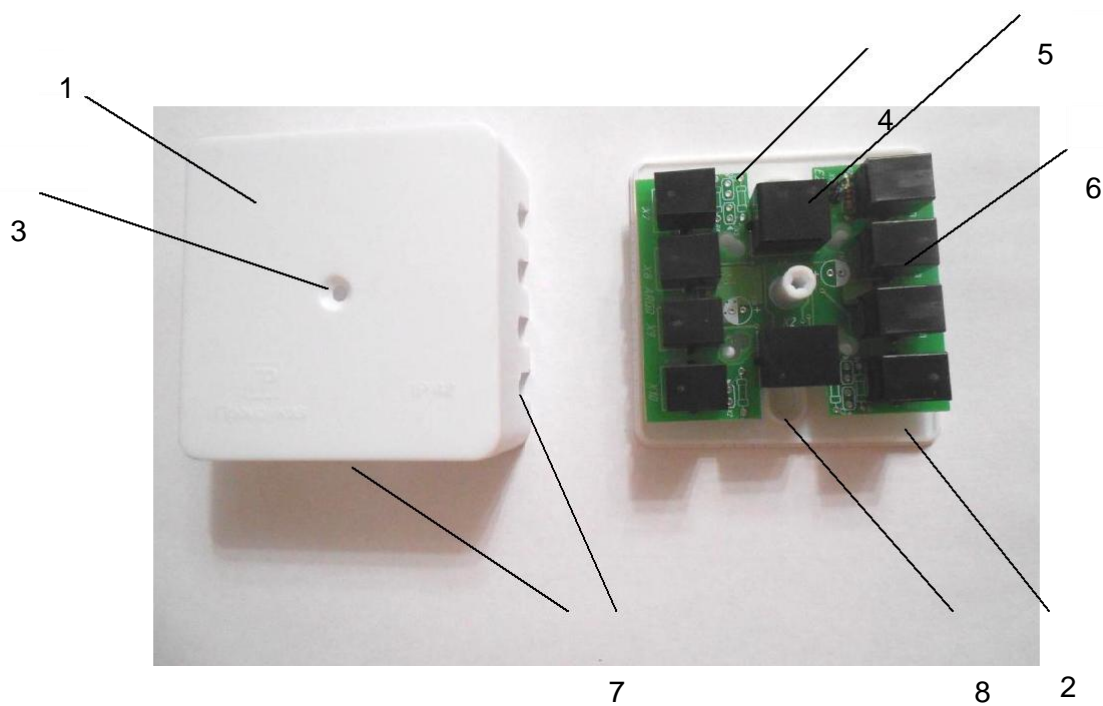

Рисунок 6 – конструкция разветвителя
- в пластине (на стене), на которой предполагается установка разветвителя, подготовьте два отверстия, см. рисунок 6;
- снимите верхнюю крышку разветвителя, извлеките плату -4, см рисунок 6;